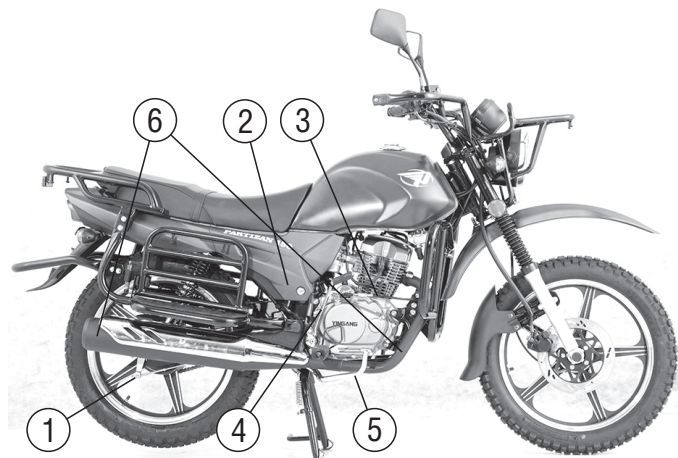

Рис.3. Вид справа
**Педаль кик-стартера** (рис. 3, поз. 4). Для пуска двигателя включите нейтральную передачу, откиньте педаль кик-стартера, энергично нажмите на нее ногой вниз. После пуска двигателя возвратите педаль кик-стартера в исходное положение.